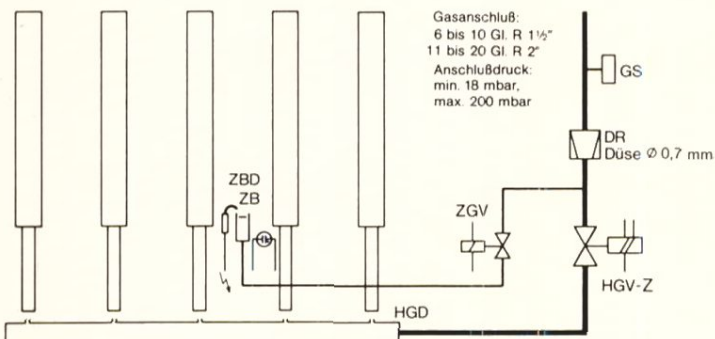

Abb. 30
8.2 Gasstraße GAF 220 HL3 – Erdgas – Vollautomatik zweistufig GAF 220 – 6 bis 20 Gl. Abb. 30 u. 31